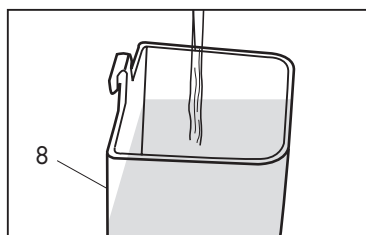

Fig. 2
- Llene el depósito hasta alcanzar el nivel máximo indicado (1,8 l). (**Fig.2**)